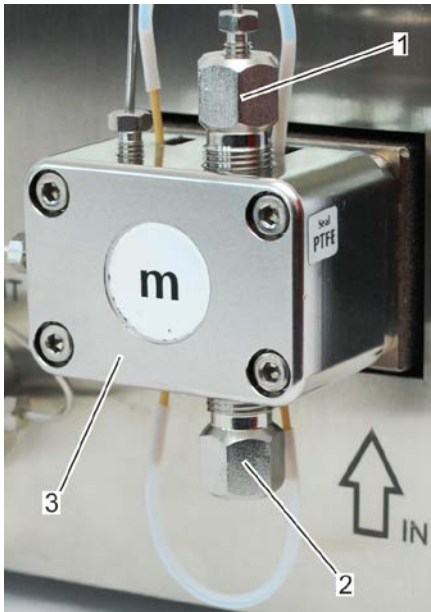

Abb. 121: Pumpenkopf mit Anschlüssen
- Den Rückschlagventilüberwurf öffnen (am Ein- (Abb. 121/2) und Ausgang (Abb. 121/1) des Pumpenkopfes (Abb. 121/3)).